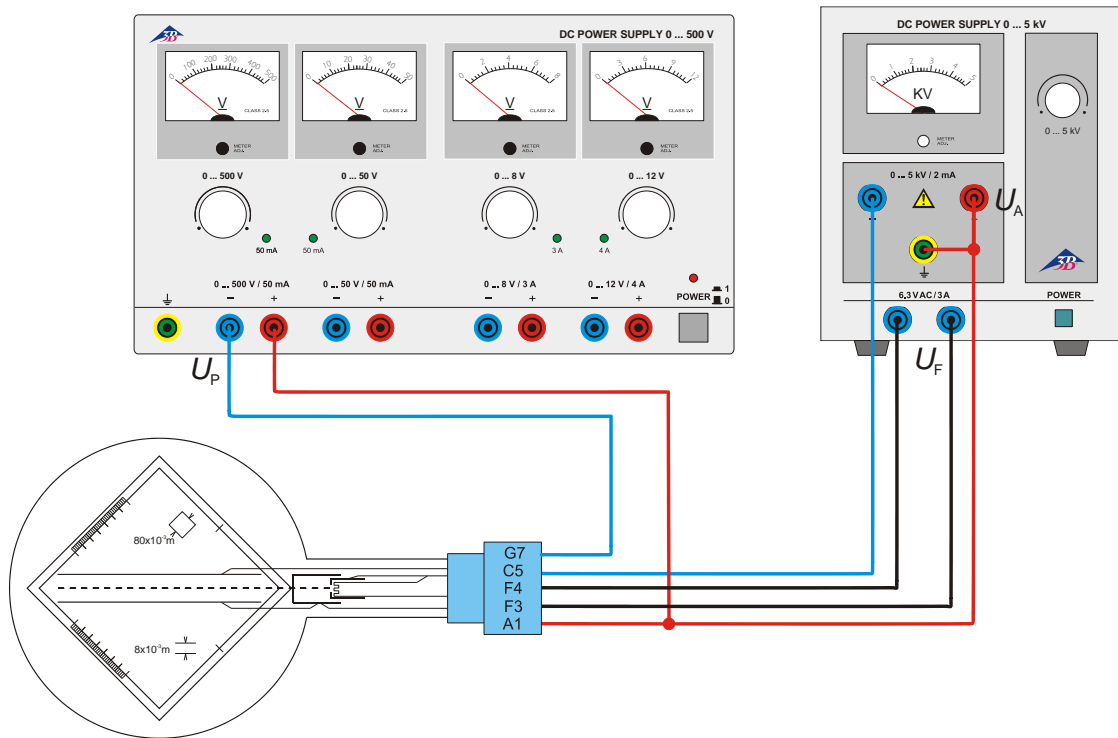

Fig.3 Desvio elétrico
- Efetuar a conexão do tubo conforme a fig. 3.